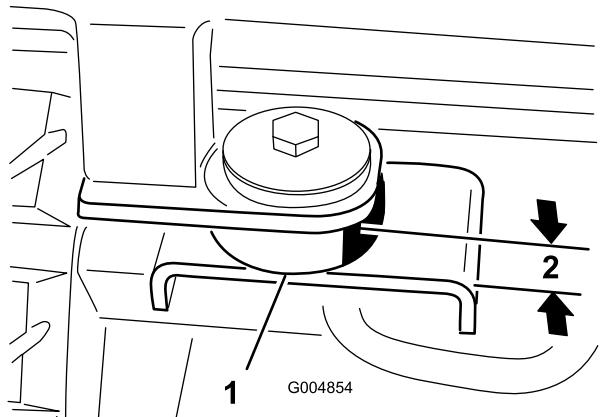

図 114
37. 後部取り付けポイントでキャブを機体に固定するボルト $1/2 \times 3$ インチ、スチールワッシャ $1/2 \times 2-1/2$ インチ、ゴム製ワッシャ $1/2 \times 2-1/2$ インチ、ナット $1/2$ インチを使用する 図 114。